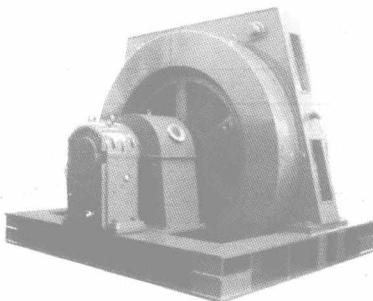

图 1-2 开启式电动机
(1) 开启式电动机。开启式电动机的定子两侧和端盖上都有很大的通风口，如图 1-2 所示。它散热好，价格便宜，但容易进灰尘、水滴和铁屑等杂物，只能在清洁、干燥的环境中使用。开启式电动机又可分以下几类。